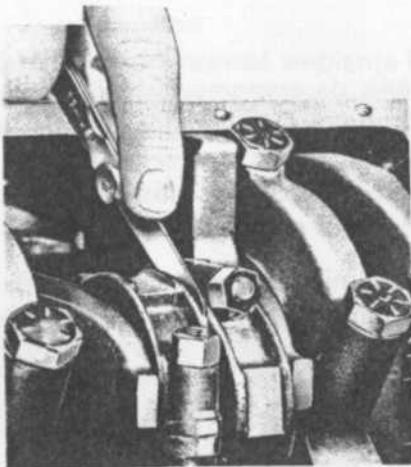

fig. 21
- Após a instalação do conjunto êmbolo e biela, verificar a folga axial entre a biela e o moente da árvore de manivelas (fig. 21)